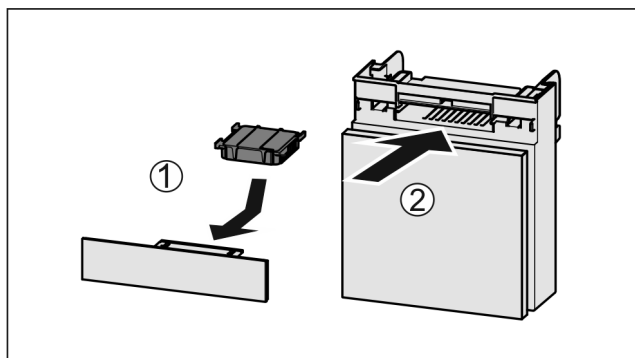

Fig. 90
- ▶ Insérer le filtre à charbon actif d'après le schéma Fig. 90 (1).
- ▶ Insérer le compartiment Fig. 90 (2).